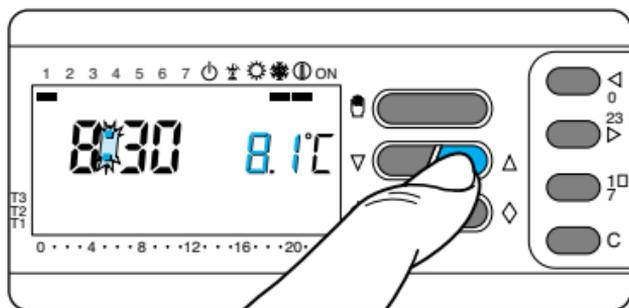
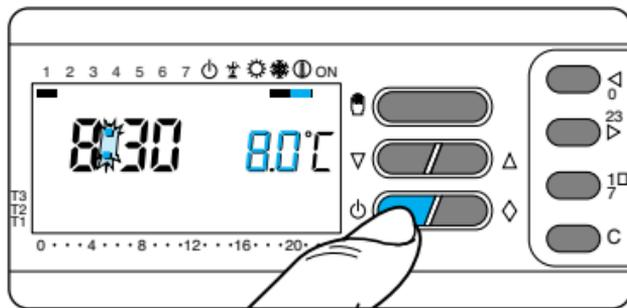

Fig. 53
Fig. 54
programma e compare la temperatura impostata precedentemente, che può essere variata agendo sul pulsante ▽ oppure △ (fig. 53).
10.2 - Premere una sola volta il pulsante ⏻ (fig. 54) per posizionare l'apparecchio in funzionamento ANTIGELO Ⓜ e impostare la temperatura desiderata tramite il pulsante ∇ oppure Δ (fig. 53).